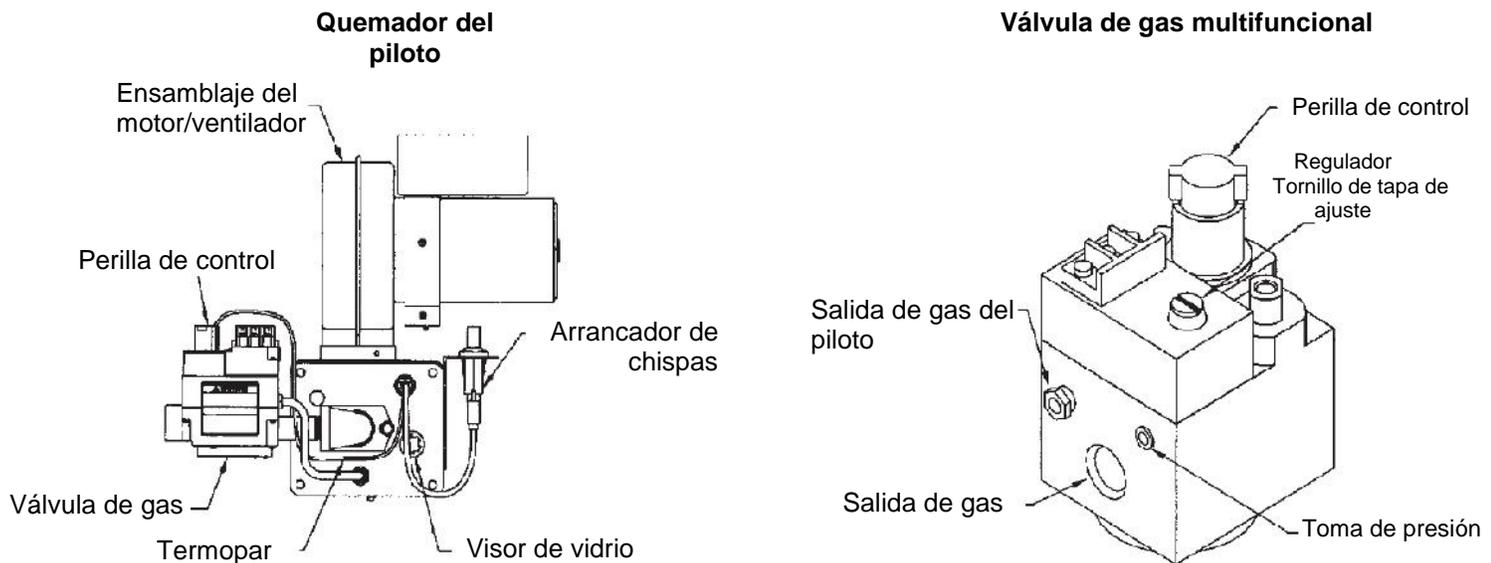

FIGURA 15
1. Presione la perilla de control de la válvula de gas en la válvula de gas de combinación y gírela a "OFF" (Ver Figura 15).